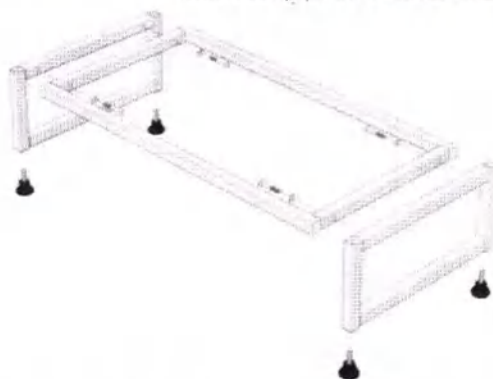

Рис.1-сборка каркаса: ЛК-600-СМС-Г-В, ЛК-900-СМС-Г-В, ЛК-1200-СМС-Г-В-1, , ЛК-1500-СМС-Г-В-1, ЛК-1200-СМС-Г-В-2 ЛК-1500-СМС-Г-В-2
[1] • Установить в боковины каркаса регулируемые опоры (Рис. 1);
• Соединить боковины с рамой каркаса, используя болты М8х45, шайбы 8 и предусмотренные в боковинах заклёпки-гайки М8 (Рис. 1);